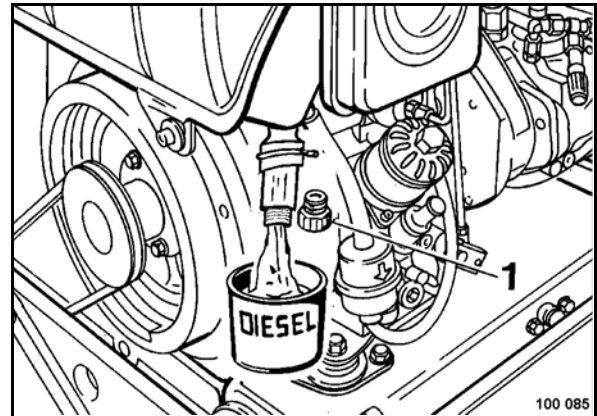

Fig. 81
- Desenroscar el tornillo de descarga (1) (Fig. 81) y recoger el combustible.